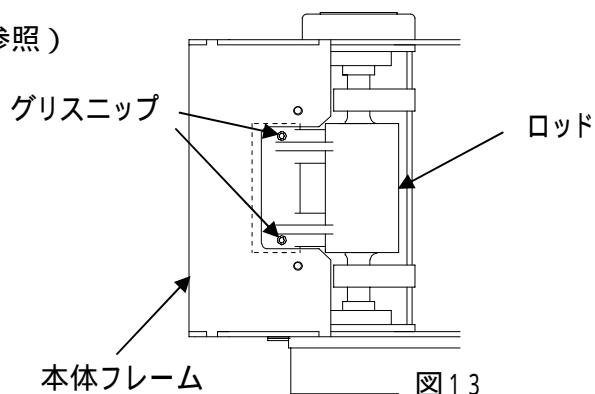

図13
- [2] グリスニップルにグリスガンで給脂して下さい。(図13参照)